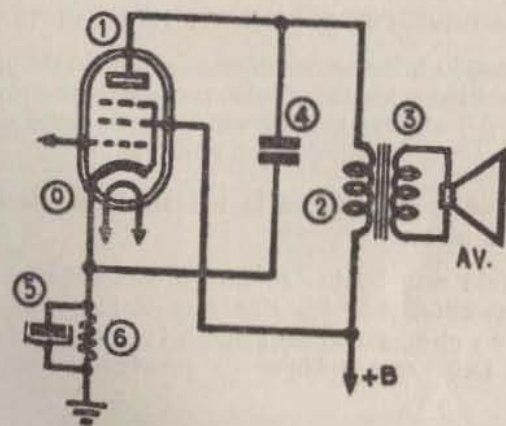

Fig. 9.—Condensador de desacoplo entre placa y cátodo
**EFECTO.**—Consumo de alta tensión superior al normal. Al medir las tensiones se encuentra un aumento entre el cátodo (0) y el chasis y entre los terminales del primario (2) del transformador de salida. En cambio, es casi nula la tensión entre la placa (1) y el cátodo (0) fig. 9).
Se trata de un cortocircuito parcial o total entre placa y cátodo, probablemente debido al condensador de desacoplamiento (4), que en algunos receptores se conecta entre ambos electrodos (fig. 9).